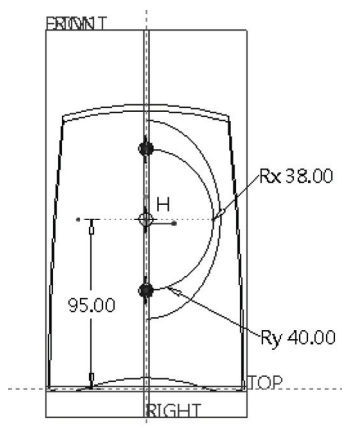

图 12-98 草绘曲线 (草绘 4)
4) 绘制图 12-98 所示的图形, 单击✔(确定)按钮。